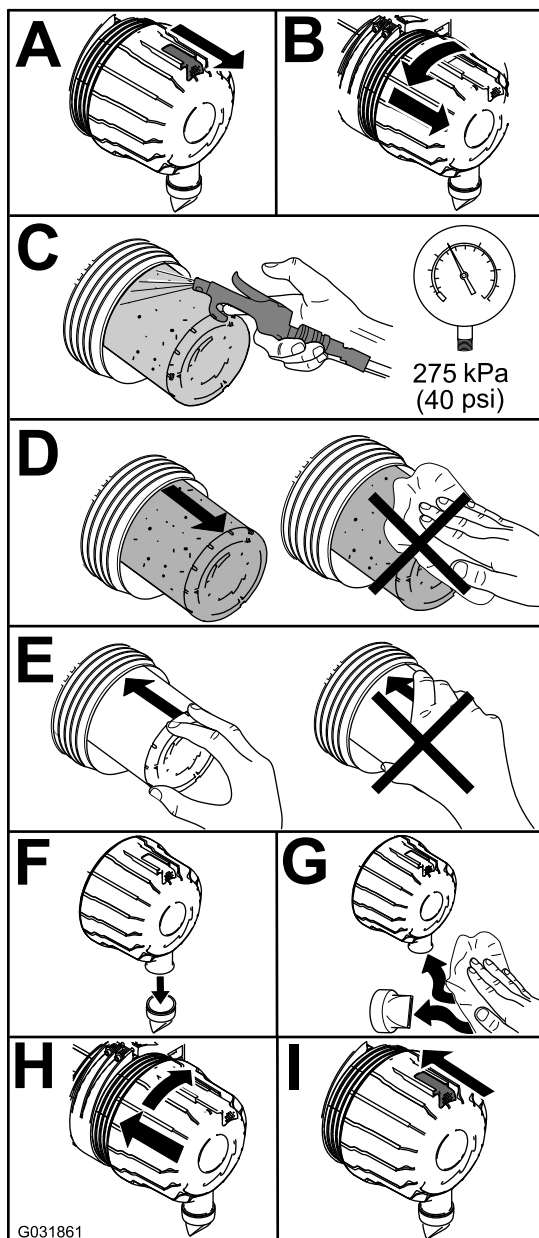

Figura 82
1. Cambie el limpiador de aire (**Figura 82**).